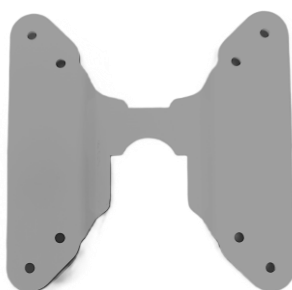

Figura 8 – Montaje VESA
3. **Fije el dispositivo al brazo.** En la parte inferior del dispositivo hay un montaje (véase la Figura 8). Para fijar el dispositivo al soporte, deslice el montaje sobre el conector VESA hasta que oiga un "clic", que le indicará que el dispositivo se ha fijado correctamente.